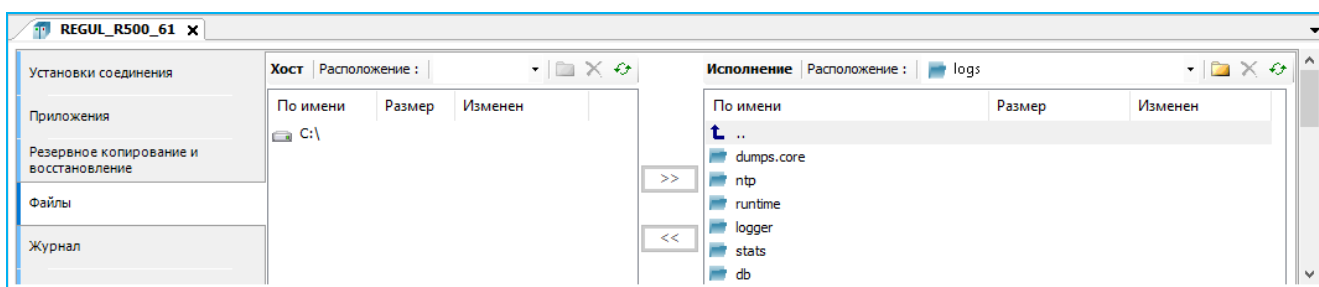

Рисунок 211 – Загрузка файлов с контроллера на ПК. Журнал событий
- на главной вкладке параметров устройства перейдите на вкладку **Файлы**. В области **Исполнение** нажмите кнопку  (**Обновить**). В окне отобразится дерево файлов, имеющихся на контроллере. Найдите папку **logs** (Рисунок 211);